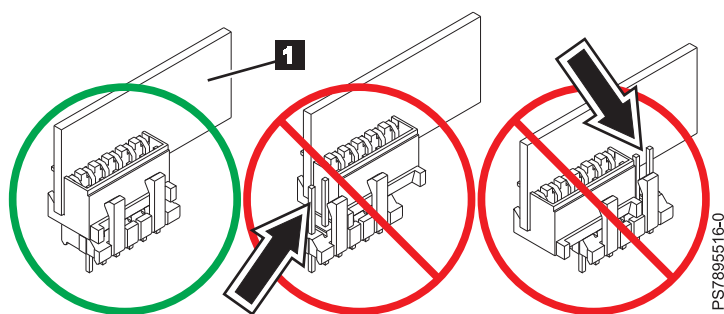

图 39. 安装管理卡
要安装管理卡（由 图 39 中的 **1** 指示），请完成以下步骤：
4. 插入管理卡（如图 39 中的 **1** 所示）并验证该卡在接口上安全就位并一直向下推至主板。